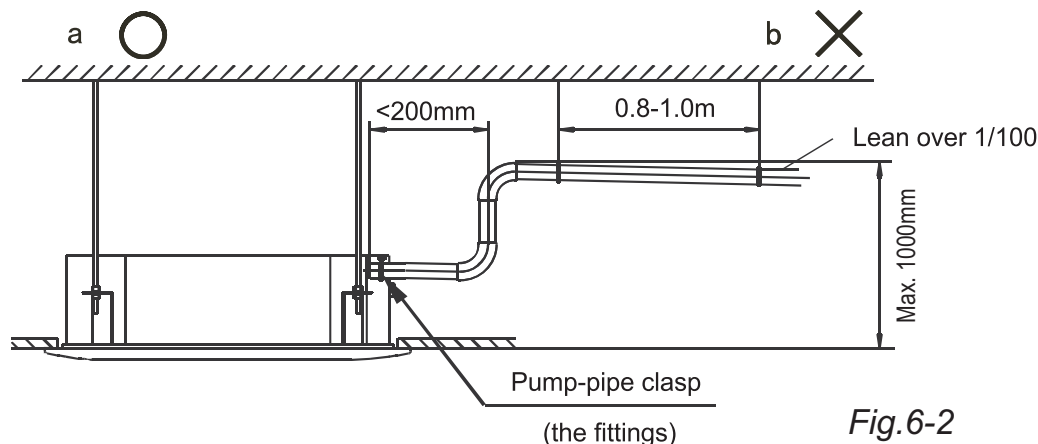

Fig. 6-2
- Si la salida del tubo de desagüe está más alta que el tubo de conexión de bombeo del cuerpo principal, el tubo de desagüe debe colocarse verticalmente utilizando el conjunto de conexión de la salida de agua para el acodado vertical, y la altura del tubo de desagüe debe ajustarse a la superficie de la bandeja de descongelación no más de 1000 mm; de lo contrario, durante el apagado se producirá un retorno de caudal excesivo que provocará desbordamientos (consulte la Fig. 6-2).